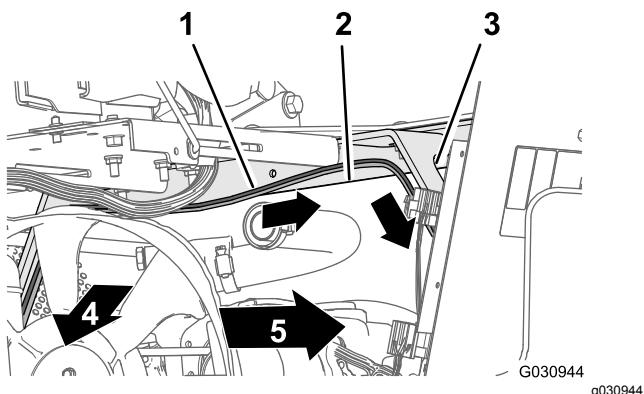

Figura 137
2. Passe a secção com 165 cm da cablagem através do lado da caixa do banco e para baixo ao lado do suporte esquerdo para o resguardo do motor (**Figura 137**).